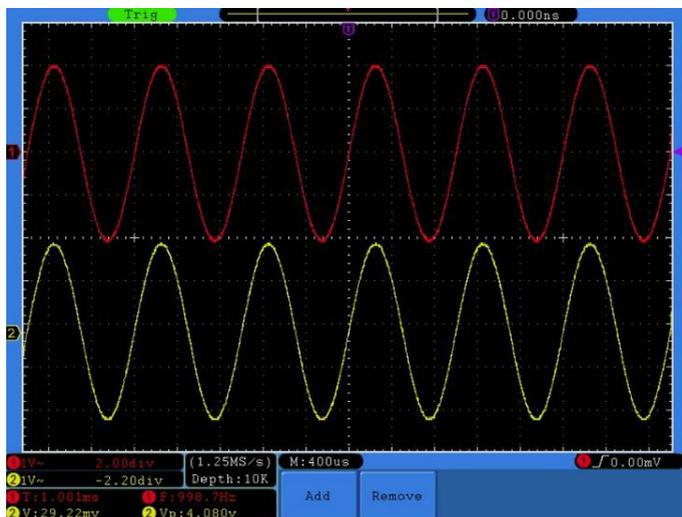

Рисунок 5.72. Вид осциллограммы при курсорных измерениях напряжения
4. В соответствии с особенностями измеряемой осциллограммы выберите положения курсора 1 и курсора 2 вращением регуляторов VERTICAL POSITION канала CH1 и канала CH2. В окне в левом нижнем углу окна отображения осциллограммы показываются разность потенциалов между курсорами и текущие значения положений обоих курсоров (см. рисунок 5.72).